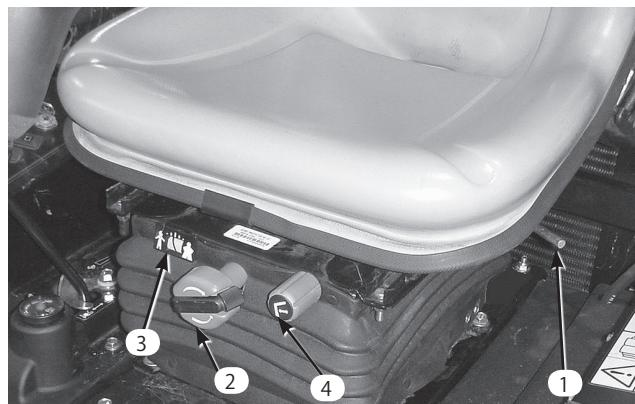

図29
- 前後調整レバー(図29)：座席の下左側にあります。
- 体重調整ノブ(図29)：オペレータの体重に合わせて調整します。
- 体重ゲージ(図29)：調整が体重にあっているかどうかを表示します。
- 高さ調整ノブ(図29)：オペレータの身長に合わせて調整ができます。